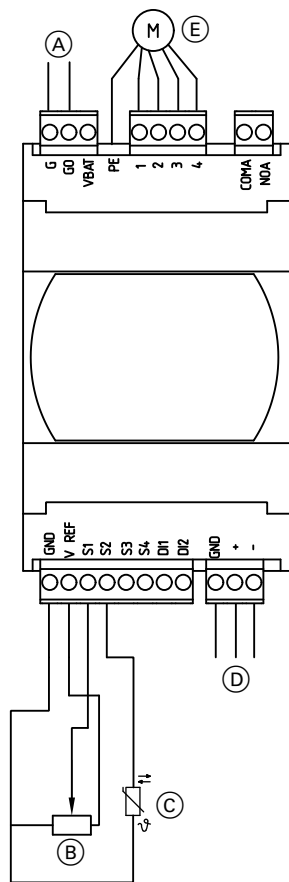

Abb. 85
| <ul style="list-style-type: none"> <li>(A) Spannungsversorgung 230 V/50 Hz</li> <li>(B) Rücklauftemperatursensor Sekundärkreis (NTC 10 kΩ)</li> <li>(C) Vorlauftemperatursensor Sekundärkreis in der Wärmepumpe (NTC 10 kΩ)</li> <li>(D) Typ AWO 302.B25 und B40: Niederdrucksensor</li> <li>(E) Typ AWO 302.B60: Strömungswächter</li> <li>(F) Hochdrucksensor</li> <li>(G) PWM-Signal Ventilator</li> <li>(H) Statureingang Ventilator</li> <li>(K) Statureingang Sanftanlasser</li> <li>(L) Statureingang Sicherheitschutz</li> </ul> | <ul style="list-style-type: none"> <li>(M) Niederdruckschalter</li> <li>(N) Spannung 230 V~</li> <li>(P) Typ AWO 302.B25 und B40: Elektrische Begleitheizung (Ölsumpfheizung)</li> <li>(Q) 4-Wege-Umschaltventil</li> <li>(R) Ansteuerung Ventilator</li> <li>(S) Ansteuerung Verdichter 2</li> <li>(T) Ansteuerung Verdichter 1</li> <li>(U) Modbus-Verbindungsleitung zur Regler- und Sensorleiterplatte, Anschluss X18</li> <li>(V) Typ AWO 302.B60: Modbus-Verbindungsleitung zur EEV-Leiterplatte [6], Anschluss (D) in Abb. 85</li> </ul> |